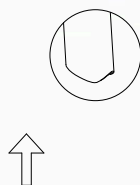

Figura 7.1
7. Encaminhe o cabo do sensor, ajustado ao Tubo Vertical (Peça 04), através do Conjunto do Tubo Vertical (Peça 01) e, em seguida, conecte o cabo ao Visor Eletrônico (Peça 14), conforme mostrado na Figura 7.1.